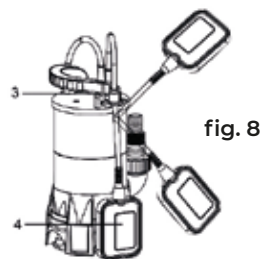

fig. 8
- Certifique-se de que o interruptor de flutuação (4) tenha sempre espaço livre suficiente e não está permanentemente ativo. Isto poderia evitar que o dispositivo se desligue automático e provocar que se seque, o que danificaria a bomba.
- Certifique-se que o interruptor de flutuação (4) pode-se mover livremente e não sofre nenhum tipo de limitação de mobilidade causada por obstáculos.
- Mantenha uma distância suficiente entre o interruptor de flutuação (4) e o dispositivo de bloqueio do interruptor flutuante (3), uma vez que isso pode impedir que desligue automático e causar que o aparelho se seque.
- Certifique-se de que a posição do interruptor de flutuação (4) é ajustada de forma que não fique plano ao chão. Isso poderia evitar que desligue automático e faça com que o dispositivo se seque.
Se necessário, bloqueie o interruptor do flutuador (4) na posição desejada empurrando o cabo no dispositivo de bloqueio do interruptor de flutuação (3) para lateral da bomba (ver figura 8), quando o interruptor de flutuação estiver numa certa quantidade-nível de água, vai iniciar ou desligar automaticamente. (ver fig. 8)